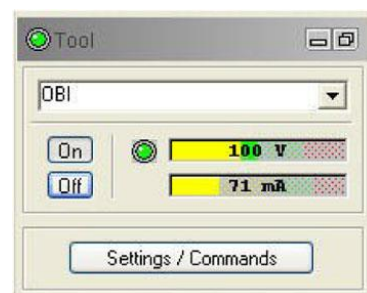

Рисунок 4-1 Панель Tool
2. Выберите нужный прибор OBI в раскрывающемся списке (Рисунок 4-1) на панели инструментов **Tool** программного обеспечения (если вашего прибора нет в списке, проверьте, сохранен ли файл конфигурации вашего прибора в соответствующей папке вашего компьютера).
4. На панели инструментов **Tool** (Рисунок 4-1) щелкните мышкой на кнопке **Settings / Commands**, чтобы настроить параметры конфигурации вашего прибора (См. Раздел 4.5).